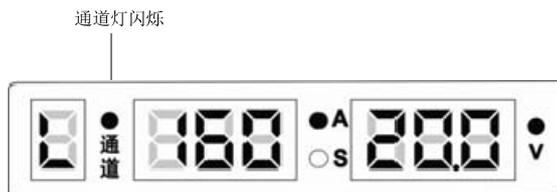

图3-35 参数范围锁定焊接界面
6. 在参数锁定状态下，通道灯闪烁，显示如图 3-35 所示。即完成了电流电压参数调节范围的锁定。在参数锁定状态中可进行焊接，此时电流电压只能在锁定的范围内调节。